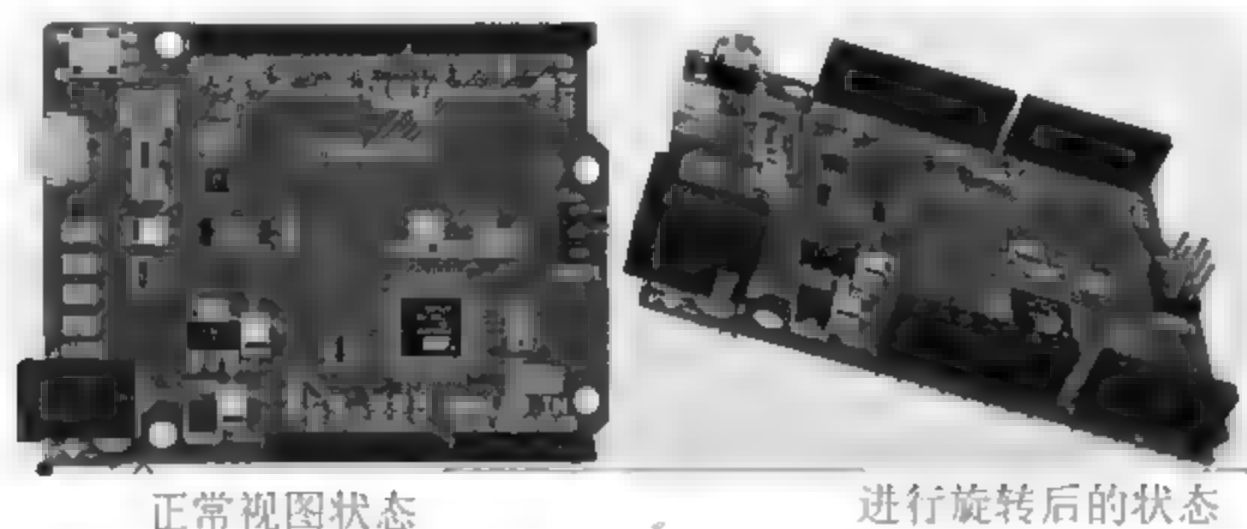

图 8-67 3D 旋转情况
24. 在 3D 状态下旋转板子之后,很难将板子归回原位,如图 8-67 所示。如何快速恢复原状?